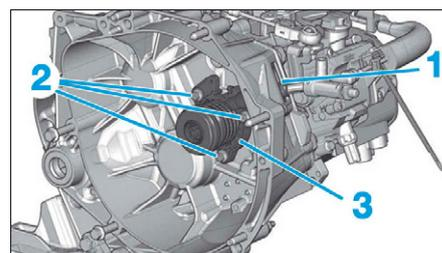

FIG. 11
- Dégrafer l'agrafe (1) (Fig.11).
- les vis de fixation (2),
- la butée hydraulique d'embrayage (3).